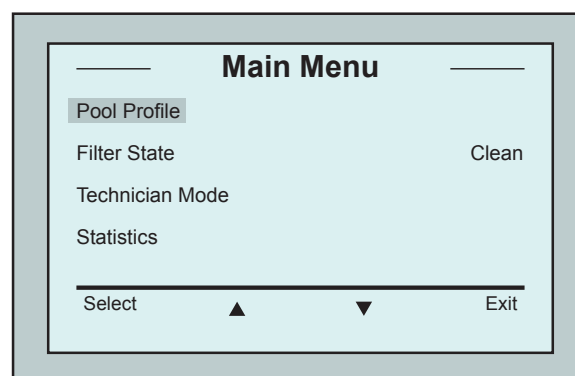

Figura 2: Schermata *Menu Principale*
2. Premere **Menu** per accedere alla schermata del *Menu Principale* (Figura 2).